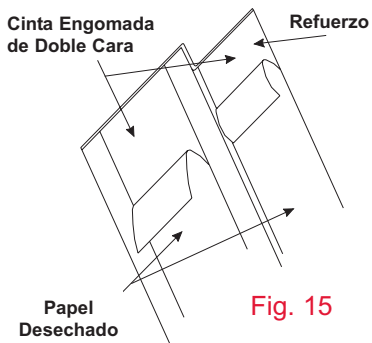
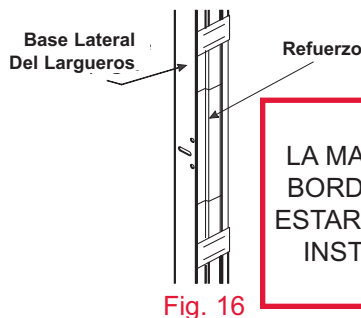

Fig. 15
Fig. 16
- 2** Remueva el papel de la cinta adhesiva en dos pedazos (Fig. 15) y presione en posición para asegurar la manga al marco (Fig 16).
- 2 Expose double face tape by removing paper backing on two strips of tape (Fig. 15) and press into position to secure the sleeve to the frame (Fig. 16).